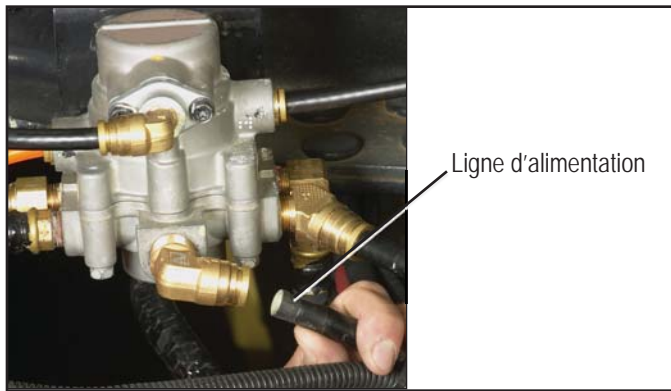

Figure 3 - DÉBRANCHEMENT DE LA LIGNE D'ALIMENTATION
4. Enlevez la ligne d'alimentation de 12,7 mm (½ po) de diamètre extérieur, à partir du port d'alimentation de la soupape antiretour simple externe. Reportez-vous à la Figure 3.